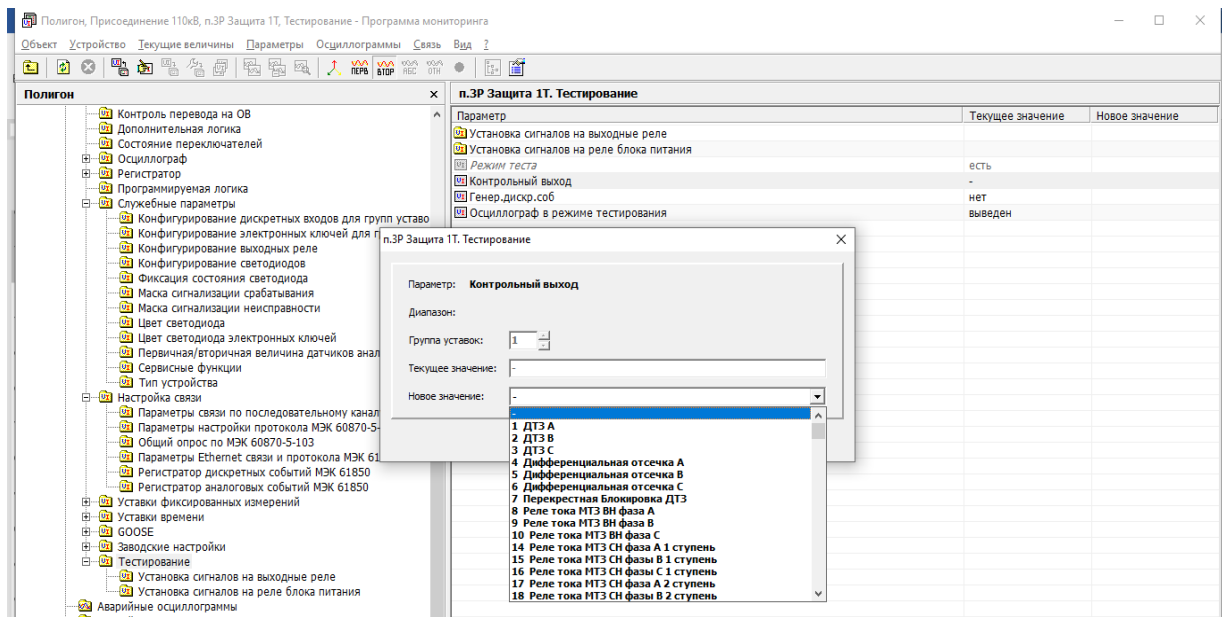

Рис. 54. Назначение логического элемента на контрольный выход
15) После проверки правильности отображения аналоговых величин и правильности выполнения монтажа токовых цепей, цепей напряжения, перейти к проверке выставленных уставок и логике терминала. Так как режим тестирования на блоке включен, то возможно назначить на «контрольный выход» любой доступный логический элемент из всплывающего списка (рис. 54).